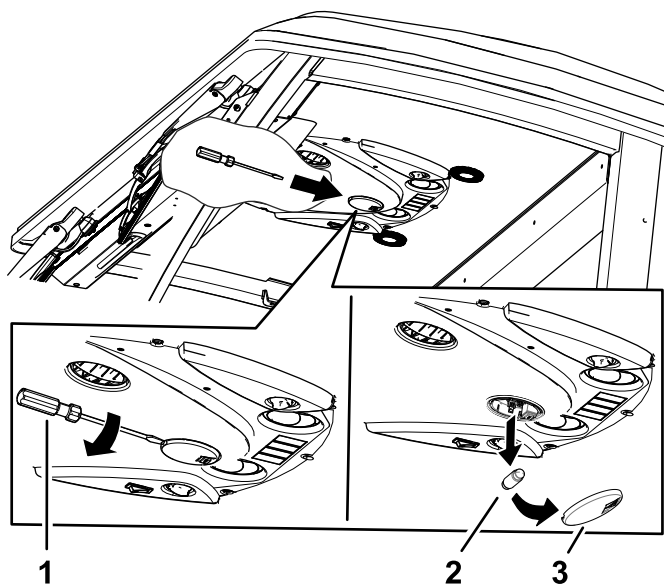

Figura 90
1. Rimuovete il vetro della luce dal quadro di comando con un cacciavite (Figura 90).
2. Rimuovete la lampadina dalla base della luce (Figura 90).